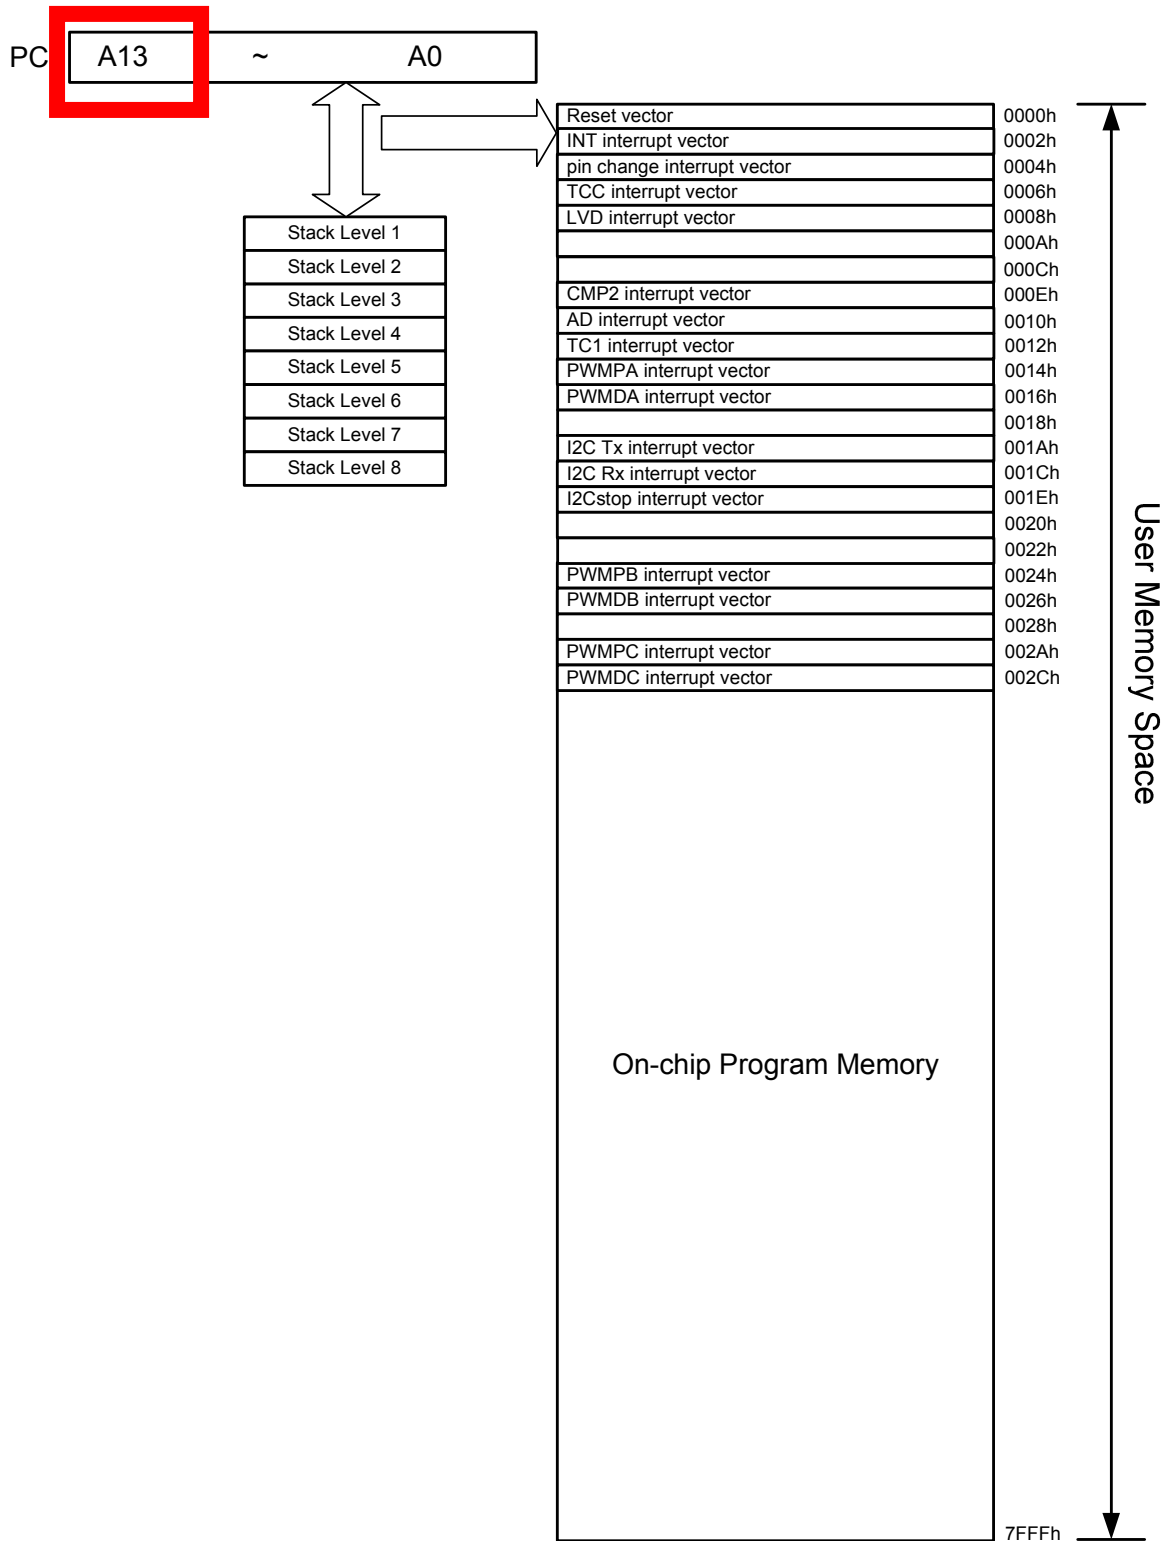

图 6-1 EM78P374N 程序计数器结构
- 取决于器件类型，R2 和硬件堆栈为 14 位宽。其结构描述如图 6-1。